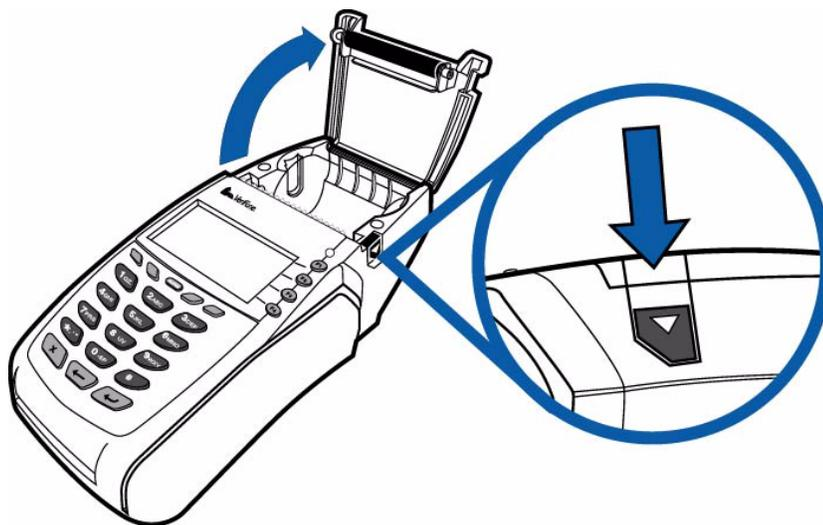

图 10 打开打印机盖
- 安装打印纸卷 1 按下终端侧面的按钮，以松开打印纸卷盖，然后将盖向后掀起（请参见图 10）。